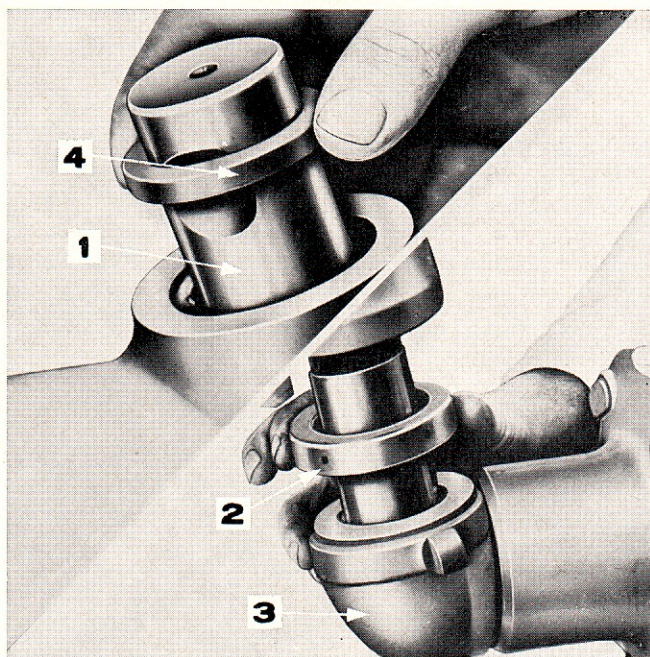

Figure 14: Pose de la fusée
1. Charger la butée de graisse et la monter sur l'axe de la fusée. S'assurer que le blindage est tourné vers le haut. Ceci est indiqué par la marque de fabrique estampillée sur cette face, et, parfois par le mot "Top", figure 14.
3. Poser un joint pare-poussière neuf sur l'axe de fusée, figure 14.